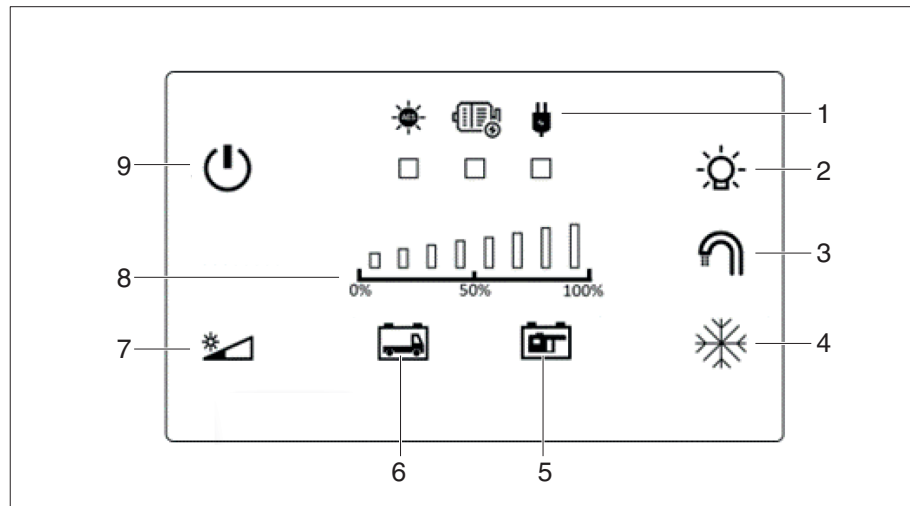

Bild 43 Bedienpanel D110
Das Bedienpanel zeigt über Signal-LEDs (Bild 43,1) an, mit welcher Stromquelle die Wohnraumbatterie geladen wird.
Die Power-Taste (Bild 43,9) dient zum Ein- und Ausschalten des Bedienpanels. Die Beleuchtung ist standardmäßig auf mittlere Helligkeitsstufe eingestellt und kann durch einfaches Betätigen der Dimmtaste (Bild 43,7) manuell angepasst werden. Unabhängig von der eingestellten Helligkeitsstufe wird die Beleuchtung bei Inaktivität abgedunkelt und durch Drücken einer beliebigen Taste wieder aktiviert. Dabei wird die zuletzt verwendete Helligkeitsstufe beibehalten. Die Dimmtaste (Bild 43,7) leuchtet immer gelb, außer im Nachtmodus.
Durch Drücken und Halten der Dimmtaste (Bild 43,7) wechselt das Bedienpanel in den Nachtmodus. Nur noch die Dimmtaste ist schwach rot beleuchtet, um die Verwechslung mit einem ausgeschalteten Bedienpanel zu vermeiden.
Bei sehr niedrigen Batteriespannungen blinken die Kontrolltaste (Bild 43,5) und (Bild 43,6) am Bedienpanel.
- Kontrolltaste (Bild 43,5) betätigen.
Der Ladezustand der zugehörigen Batterie wird auf der LED-Kontrollanzeige (Bild 43,8) angezeigt.
| Starterbatterie | Kontrolltaste (Bild 43,6) blinkt weiß |  Starterbatterie laden |
| Wohnraumbatterie | Kontrolltaste (Bild 43,5) blinkt rot |  Wohnraumbatterie laden |
Bei einer sehr geringen Batteriespannung der Starterbatterie blinkt die zugehörige Kontrolltaste (Bild 43,6) am Bedienpanel weiß. Ist das Fahrzeug mittels Solar- oder Landstrom verbunden, gewährleistet die E-Box eine Ladungserhaltung der Starterbatterie. Zum vollständigen Laden der Batterie muss das Fahrzeug bewegt werden, damit die Ladung über die Lichtmaschine erfolgen kann.
Bei einer geringen Batteriespannung der Wohnraumbatterie blinkt die zugehörige Kontrolltaste (Bild 43,5) am Bedienpanel rot. Wird die Wohnraumbatterie nicht geladen, sinkt die Batteriespannung weiter. Bei Erreichen eines für die Batterie kritischen Werts greift der Batterieschutz.